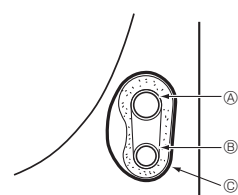

Fig. 4-4
- ① Tubería de refrigerante de la instalación
- ② Tubería de refrigerante de la unidad
4.3.1. Almacenamiento en el espacio de tuberías de la unidad (Fig. 4-4)